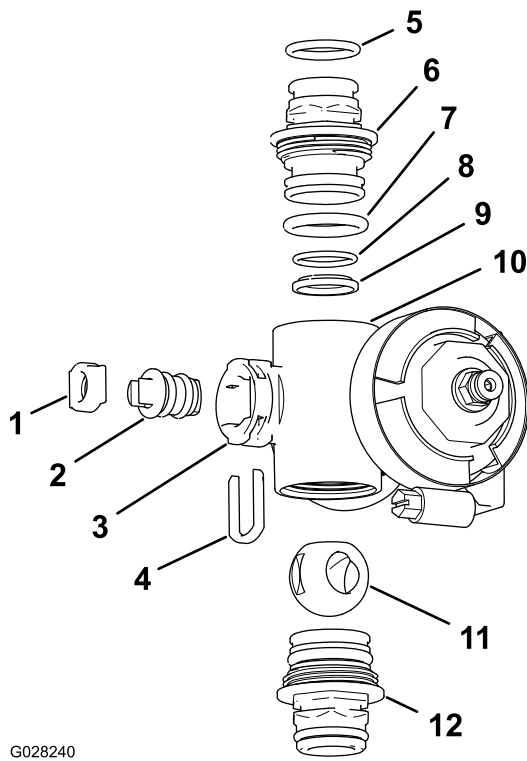

图 78
2. 从歧管体的两端拆下 2 个端盖接头组件 图 77 和 图 78。
4. 从歧管气门芯口的插槽中取下气门芯卡环图 77 和图 78。
5. 从歧管中取下气门芯卡环和气门芯座图 77 和图 78。
6. 将手伸入歧管体并取出阀杆组件图 77 和图 78。
1. 检查出口接头 O 形圈仅限喷洒臂段阀歧管、端盖 O 形圈、反向固定 O 形圈和球阀座是否损坏或磨损图 77 和图 78。
2. 向气门芯涂抹硅脂然后将其插入气门芯座图 77 和图 78。
3. 将阀杆插入歧管并放好然后使用阀杆卡环固定阀杆和阀杆座图 77 和图 78。
4. 确保反向固定 O 形圈和球阀座对齐并在端盖接头中放好图 77 和图 78。
5. 将端盖接头总成安装到歧管体上直至端盖接头凸缘接触到歧管体图 77 和图 78 然后再将端盖接头旋转 $\frac{1}{8}$ 圈。